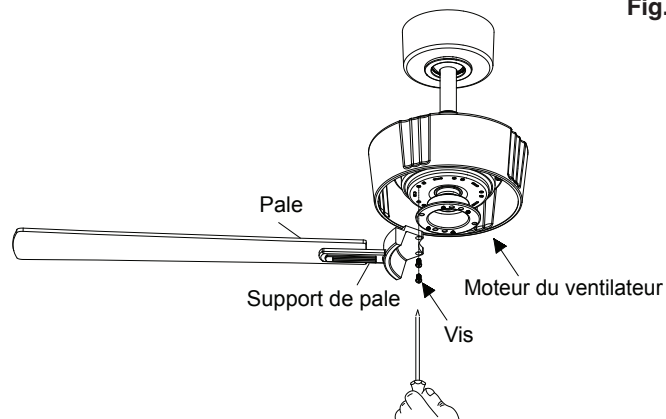

Fig. 17
Étape 1. Fixez les assemblages de pales sur le moteur du ventilateur en serrant la vis de support de pale sur le moteur du ventilateur. (Fig. 17)